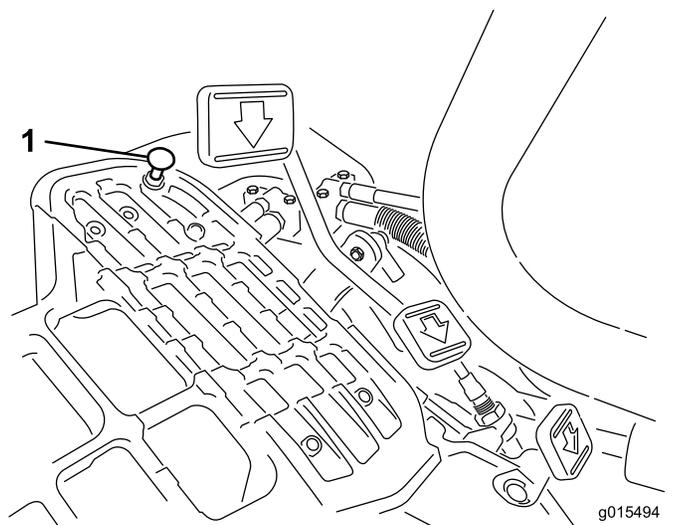

Рисунок 43
Для получения максимальной транспортной скорости переведите рычаг управления трансмиссией в положение ТРАНСПОРТИРОВКИ и нажмите на педаль управления тягой. Если педаль касается упора (Рисунок 43) до того, как на тросике начинает ощущаться натяжение, выполните следующую регулировку:
1. Переведите рычаг управления трансмиссией в положение ТРАНСПОРТИРОВКИ и ослабьте контргайку, которая крепит упор педали к полу (Рисунок 43).